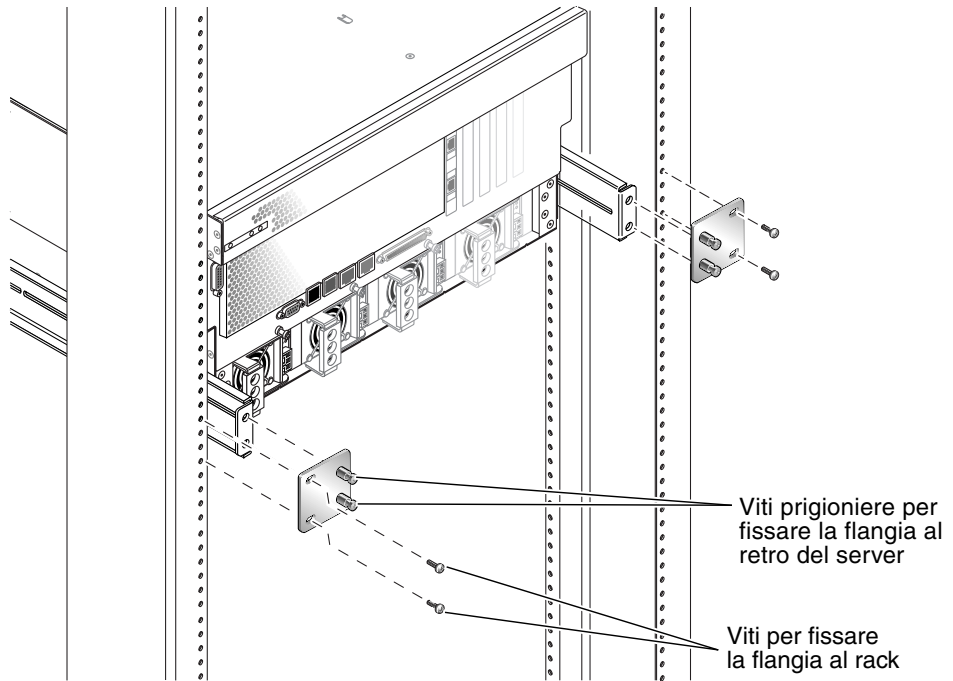

FIGURA 3-22 Fissaggio della flangia di montaggio posteriore
11. Sul retro del rack, utilizzare due viti prigioniere per fissare le due flange di montaggio posteriori alle staffe di supporto posteriori attaccate al server (FIGURA 3-22).
12. Utilizzando due viti per ciascuna staffa di supporto posteriore, fissare le staffe di supporto posteriori al retro del rack (FIGURA 3-22).